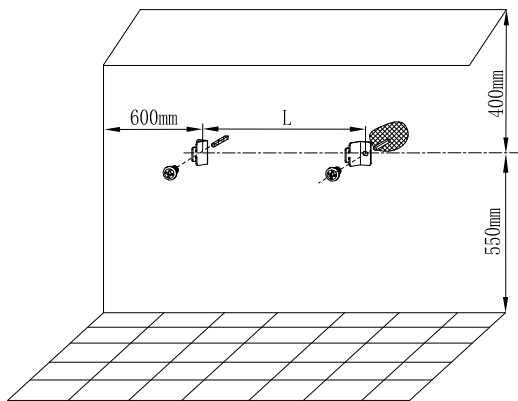

Рис. 4
4. В соответствии с расстояниями, указанными на рис. 4, отметьте на стене места размещения кронштейнов. Просверлите отверстия (диаметр сверла 6мм), вставьте дюбели (не входят в комплект поставки), закрепите кронштейны на стене с помощью шурупов.